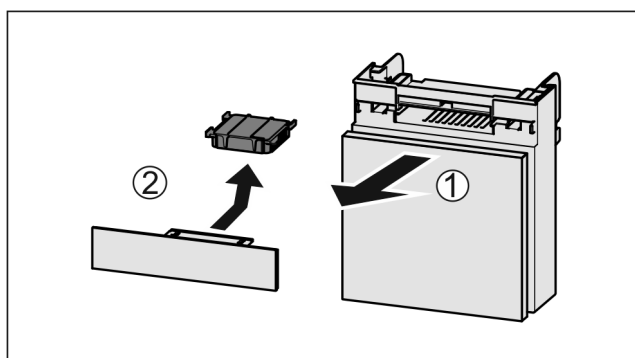

Fig. 140
- Издърпайте Fig. 140 (1) напред отделението.
- Извадете Fig. 140 (2) филтъра с активен въглен.